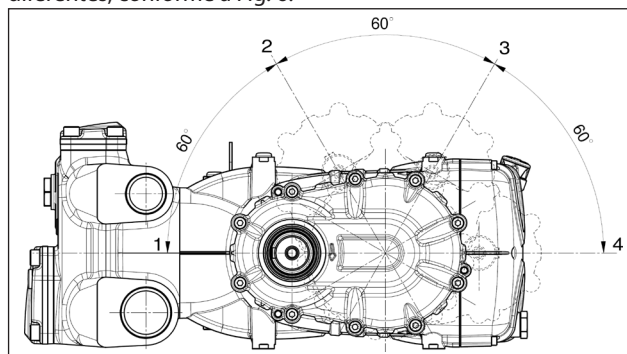

Fig. 6
(Fig. 6). Tal quantitativo será levemente inferior para a pos. ② e ③.
É, então, possível posicionar o redutor em quatro posições diferentes, conforme a Fig. 6.